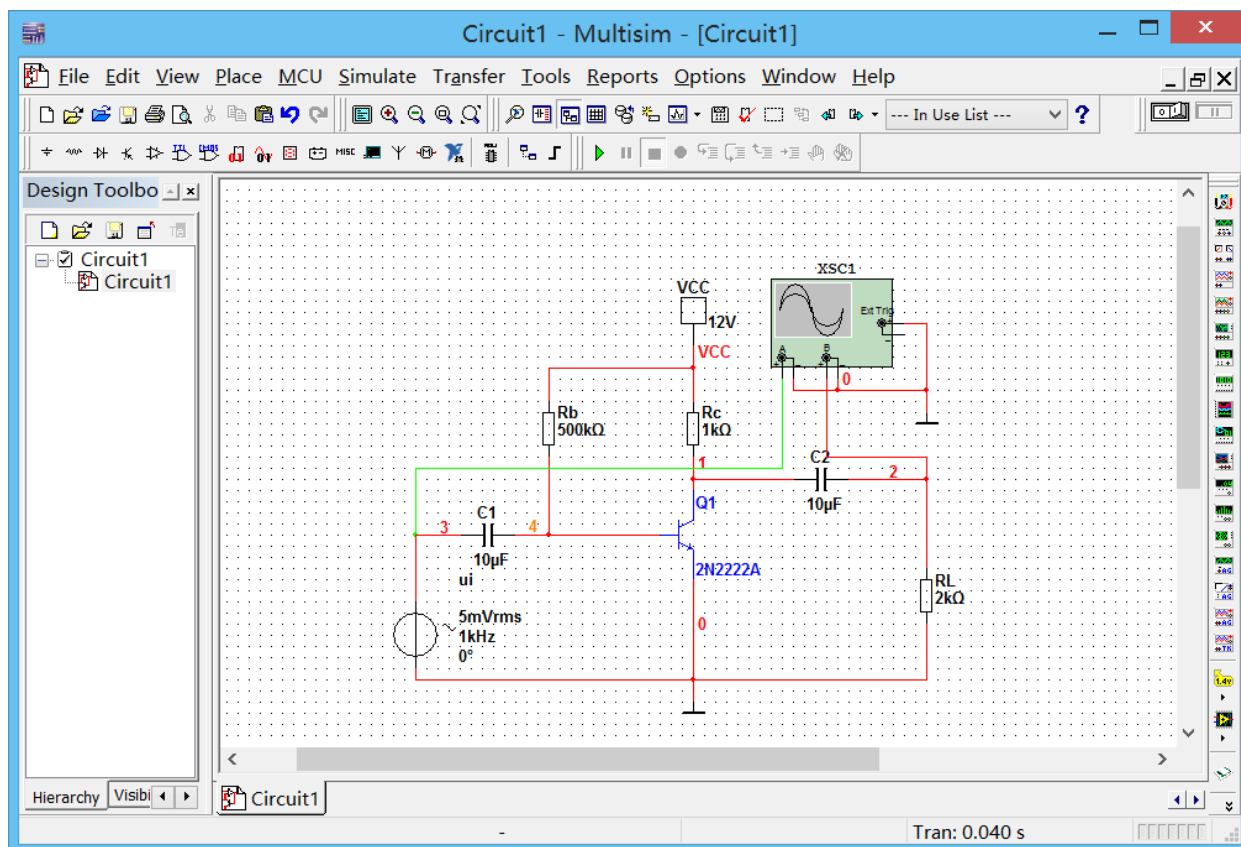

图 7.9 加入示波器后的电路
- 改变连线颜色：右击 A 通道输入端子与信号源之间的连线，在弹出式菜单中选择 Color 命令改变该连线的颜色，以区别于 B 通道输入端子与电路输出端的连线。加入示波器后的电路如图 7.9 所示。